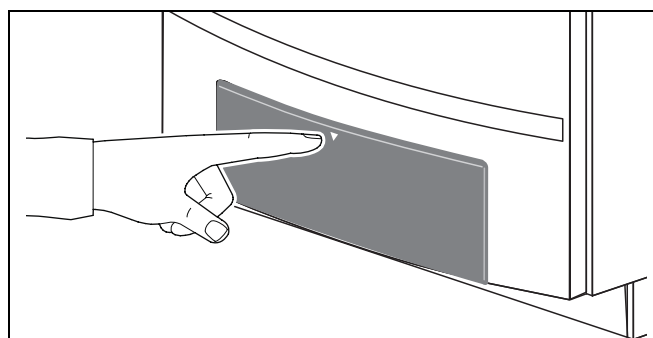

Fig. 96 Betjeningsfeltet lukkes
- Luk betjeningsfeltet ved at trykke på det (fig. 96, side 65).
- Luk betjeningsfeltet ved at trykke på det (fig. 96).